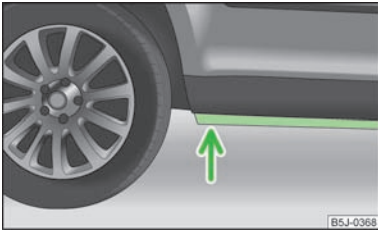

Abb. 114
- Daher vor einer Wasserdurchfahrt die Wassertiefe feststellen. Der Wasserstand darf maximal an den Steg des Unterholms reichen » Abb. 114;